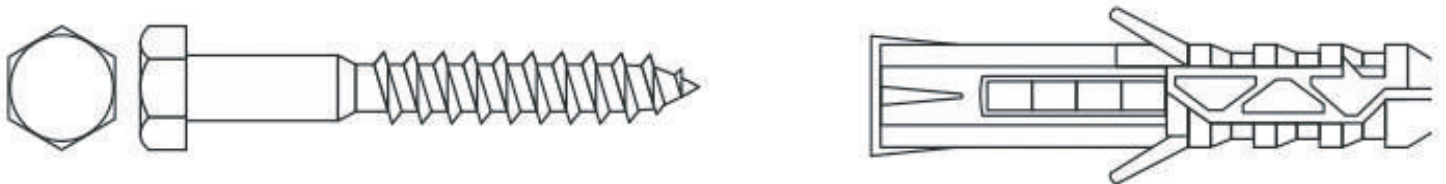

Рисунок 7.4.1 – Шуруп с шестигранной головкой «Глухарь» с дюбелем
- 3 Сверление производить сверлом диаметром 16 мм. В отверстия установить распорные дюбели диаметром 16 мм и длиной 80 – 120 мм (рис. 7.4.1).